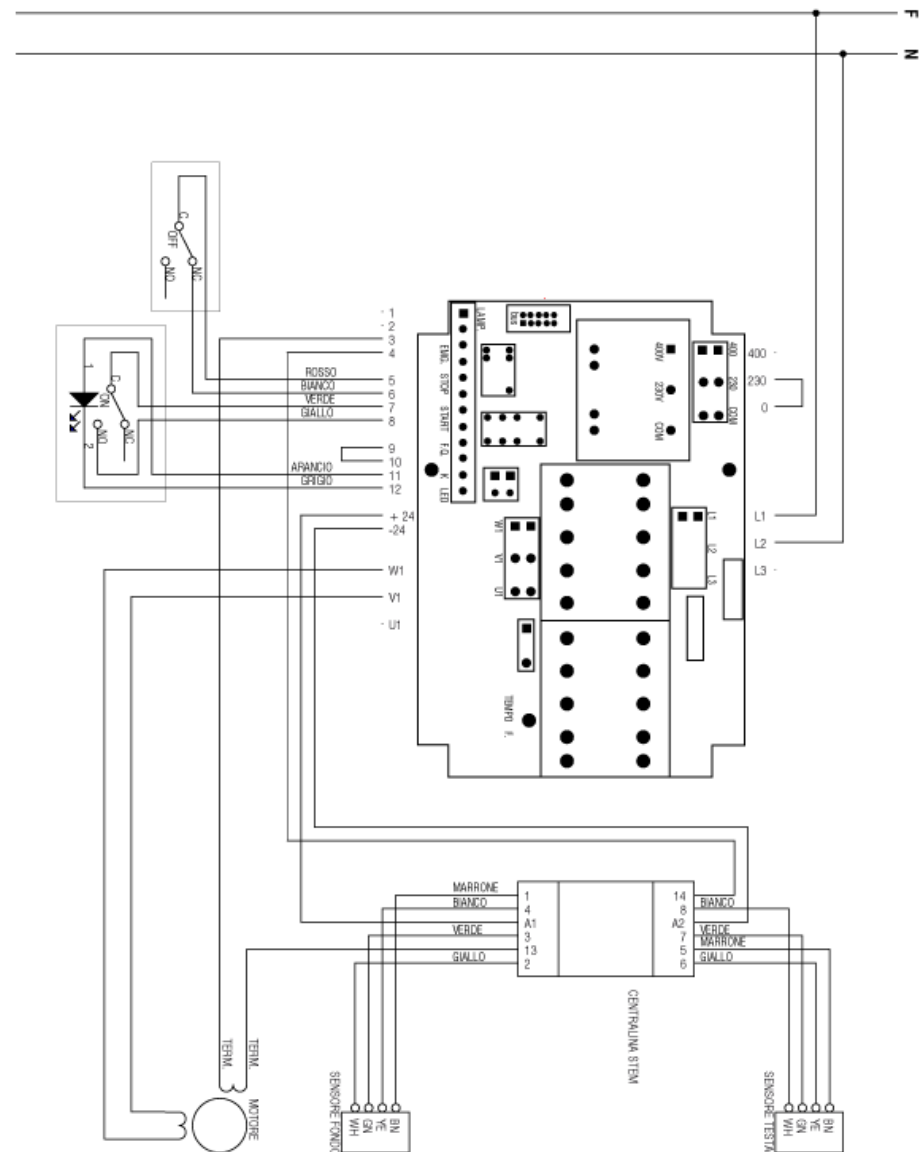

Fig. 2.6.2
2.6.2 - Schema elettrico monofase 230V (fig. 2.6.2)